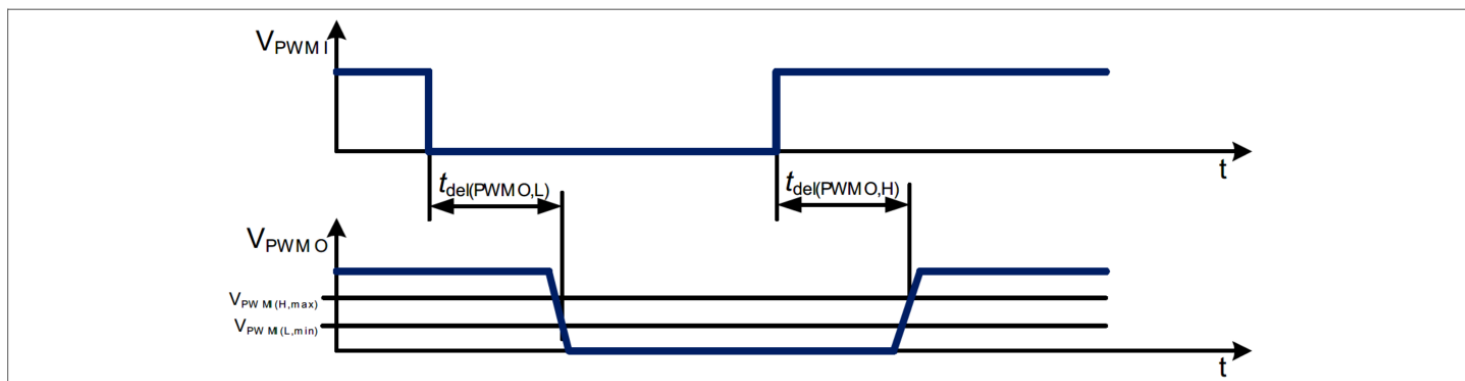

图 26 PWMO 延迟时序图
2) 在 PWMO 输出波形处测量（从 VPWMO(L) 上升时，VPWMO 跨越 3 V，从 VPWMO(H) 下降时，跨越 2 V）
3) 参考 图 26。